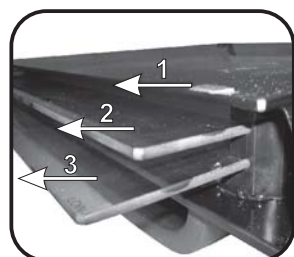

Figura 6
- *Para los hornos pirolíticos, también se deben quitar el 2º y 3er cristal. (Figura 6)